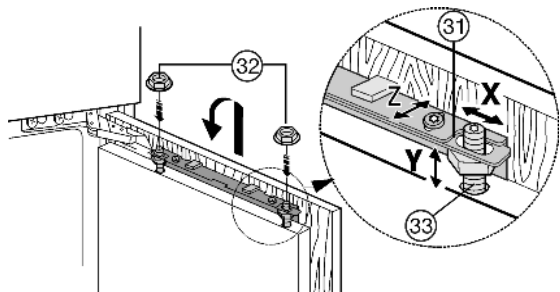

Fig. 22
- ▶ Appendere l'anta del mobile ai perni di regolazione Fig. 22 (33) e avvitare leggermente i contro-dadi Fig. 22 (32) sui perni di regolazione.
- ▶ Regolare l'altezza e l'inclinazione laterale dell'anta del mobile: Regolare i perni di regolazione Fig. 22 (33) con un cacciavite.
- ▶ Serrare i contro-dadi Fig. 22 (32).